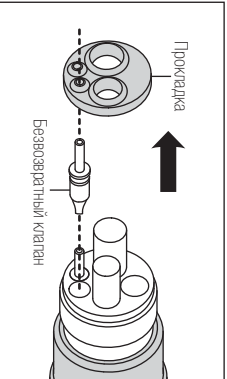

Рис. 18
- 3) Вытащите водяную трубку и замените безвозвратный клапан (Рис. 18).